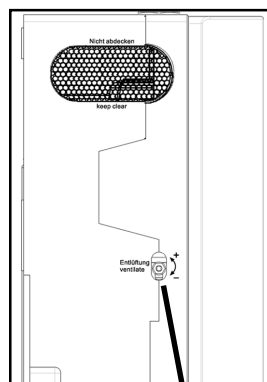

Bild 12
- Entlüftungshahn der Pumpe mittels beiliegenden Steckschlüssels ca. 2 Umdrehungen öffnen und 1 Minute geöffnet lassen, siehe Seitenansicht Bild 12.